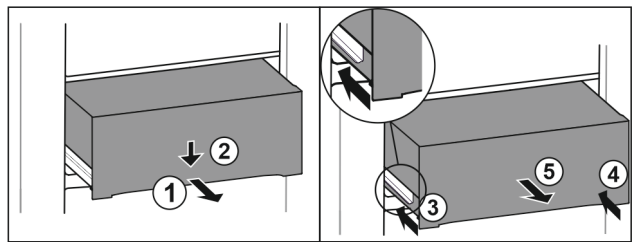

Fig. 94
- ▶ Изтеглете чекмеджето наполовина. *Fig. 94 (1)*
- ▶ Натиснете надолу чекмеджето от предната страна. *Fig. 94 (2)*
- ▶ Вкарайте лявата релса приблизително 2 cm навътре. *Fig. 94 (3)*
- ▶ Вкарайте дясната релса приблизително 2 cm навътре. *Fig. 94 (4)*
- ▶ Извадете чекмеджето напред. *Fig. 94 (5)*